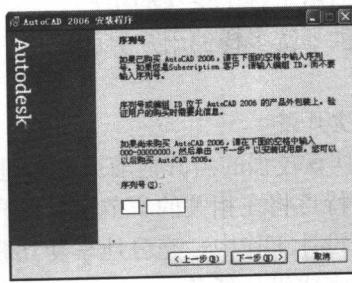

图 1.4 输入序列号
**步骤 4** 系统要求输入正确的序列号，如图 1.4 所示，然后点击【下一步】按钮。